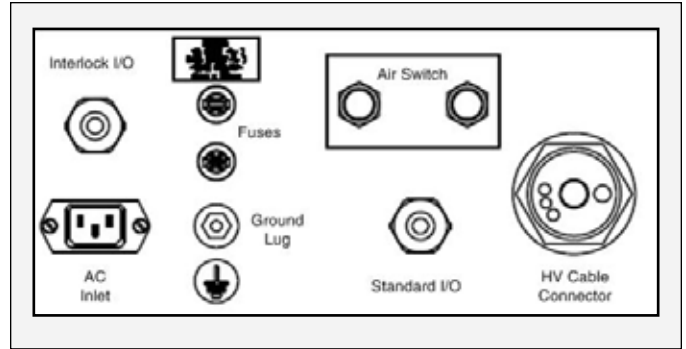

Figura 4: Interfaz de conexión del Controlador 9060
La interfaz de conexión del Controlador 9060, que se muestra en la Figura 4, proporciona todas las conexiones necesarias para configurar un sistema de pintura controlado local. Esta interfaz de conexión consta de un (1) conector de cable de alta tensión, un (1) conector de I/O estándar, un (1) conector de I/O de enclavamiento, una (1) conexión de lengüeta de puesta a tierra, una (1) conexión de interruptor de flujo de aire, dos (2) fusibles y un (1) receptáculo de entrada de CA.